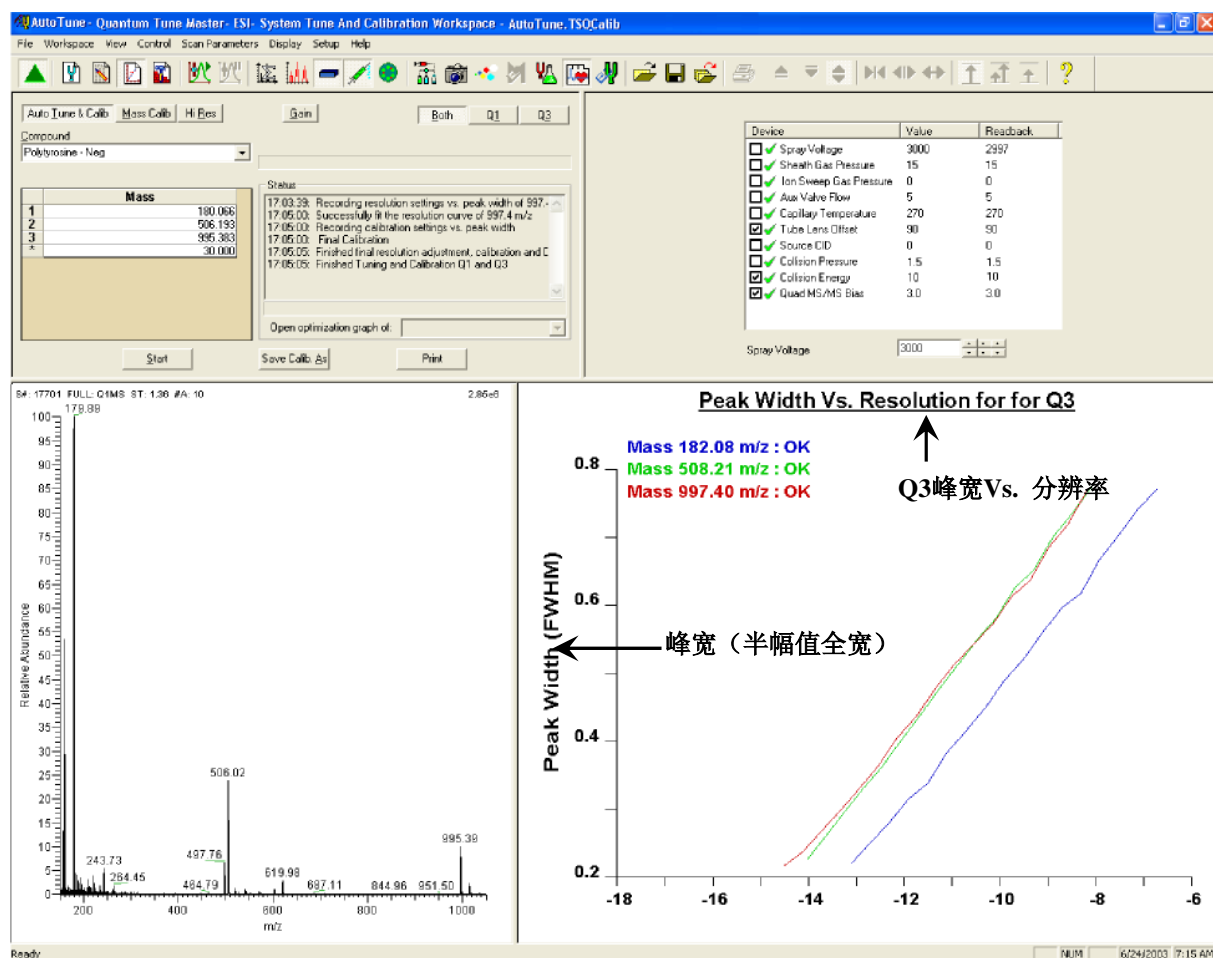

图3-19. 系统自动调谐校准工作区域，图中显示的是负离子模式下的调谐校准准备过程
2. 在工作区域左上角的System Tune and Calibration（系统调谐校准）视图中从Compound（化合物）列表框中选择Polytyrosine – Neg（聚酪氨酸-负）。该操作将选择三种带负电荷的聚酪氨酸离子进行自动调谐校准。见图3-19。